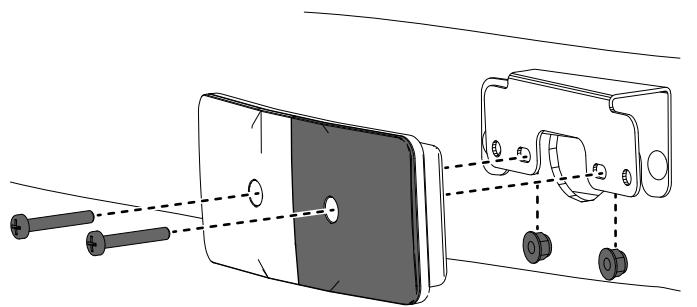

図 24
4. ブラケットにライトを取り付けるステップ1で外したボルト類を使用する図 24。